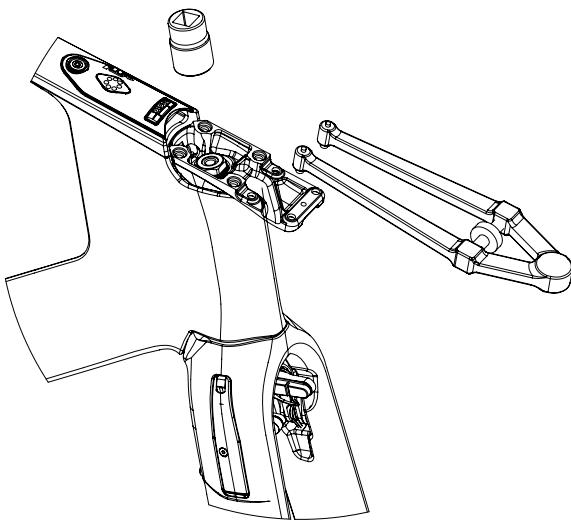

Fig. 11
- 1- Sujete la horquilla para que no caiga, y afloje la tuerca de apriete ⑥ de la potencia con ayuda de una llave de tubo de 18 mm. Retire la tuerca.
- 2- Si se trata del primer montaje, retire la pieza roja de plástico ⑤ .
- 3- Inserte la parte inferior de la potencia ① en la horquilla, asegurándose de que el juego de dirección esté instalado correctamente. Haga pasar la vaina del freno trasero por el orificio ovalado de la potencia.
- 5- Vuelva a colocar la tuerca y apriete el tornillo a un par de 55Nm. Para esta operación es necesario bloquear la horquilla. Para ello utilice una llave de espolones (Fig. 11) que insertará en los orificios de la potencia que sirven para fijar el manillar. Durante el apriete, el sistema de chaveta permite alinear la potencia con la horquilla.